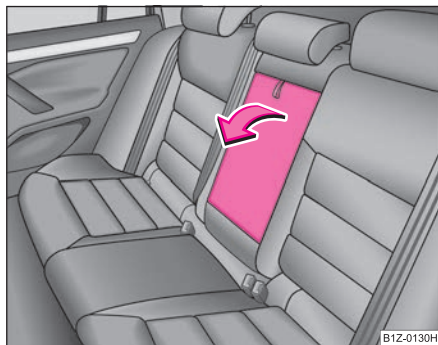

Fig. 70 Scaunele din spate: Cotiera
- Cotiera poate fi pliată în jos trăgând de curelușă ⇒ fig. 70. ■